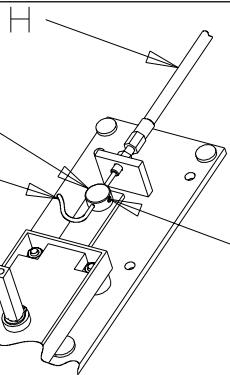

Fig. 6
- 6) Far scorrere tutto il cavo **G** nella guaina **H**, inserire poi il cavo **G** prima nel registro **N** e poi nel blocchetto di fissaggio **O**. Mettere in tensione il cavo e bloccarlo tramite la vite **P**, Fig.6.
- 6) Thread the entire cable **G** through sheath **H**, then insert cable **G** first in the adjuster **N** and then in the fastening block **O**. Apply tension to the cable and secure it with screw **P**, Fig. 6.
- 6) Faire glisser tout le câble **G** dans la gaine **H**, puis introduire le câble **G** d'abord dans le dispositif de réglage **N** puis dans le bloc de fixation **O**. Mettre le câble sous tension et le bloquer avec la vis **P**, Fig.6.
- 6) Haga que todo el cable **G** se deslice por la vaina **H**, seguidamente introduzca el cable **G** en primer lugar en el registro **N** y seguidamente en el bloque de fijación **O**. Tense el cable y bloquéelo por medio del tornillo **P**, Fig.6.
- 6) Das gesamte Kabel **G** durch den Mantel **H** ziehen, dann zuerst in die Einstellschraube **N** und dann in das Befestigungsendmaß **O** einführen. Das Kabel spannen und mit Hilfe der Schraube **P** blockieren, Abb. 6.